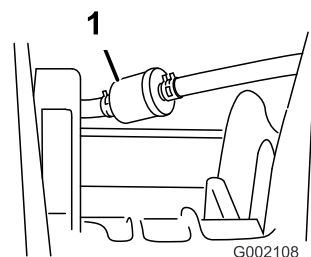

Figure 32
3. Enlevez les fixations du filtre à carburant sur les conduites d'alimentation (Figure 32).